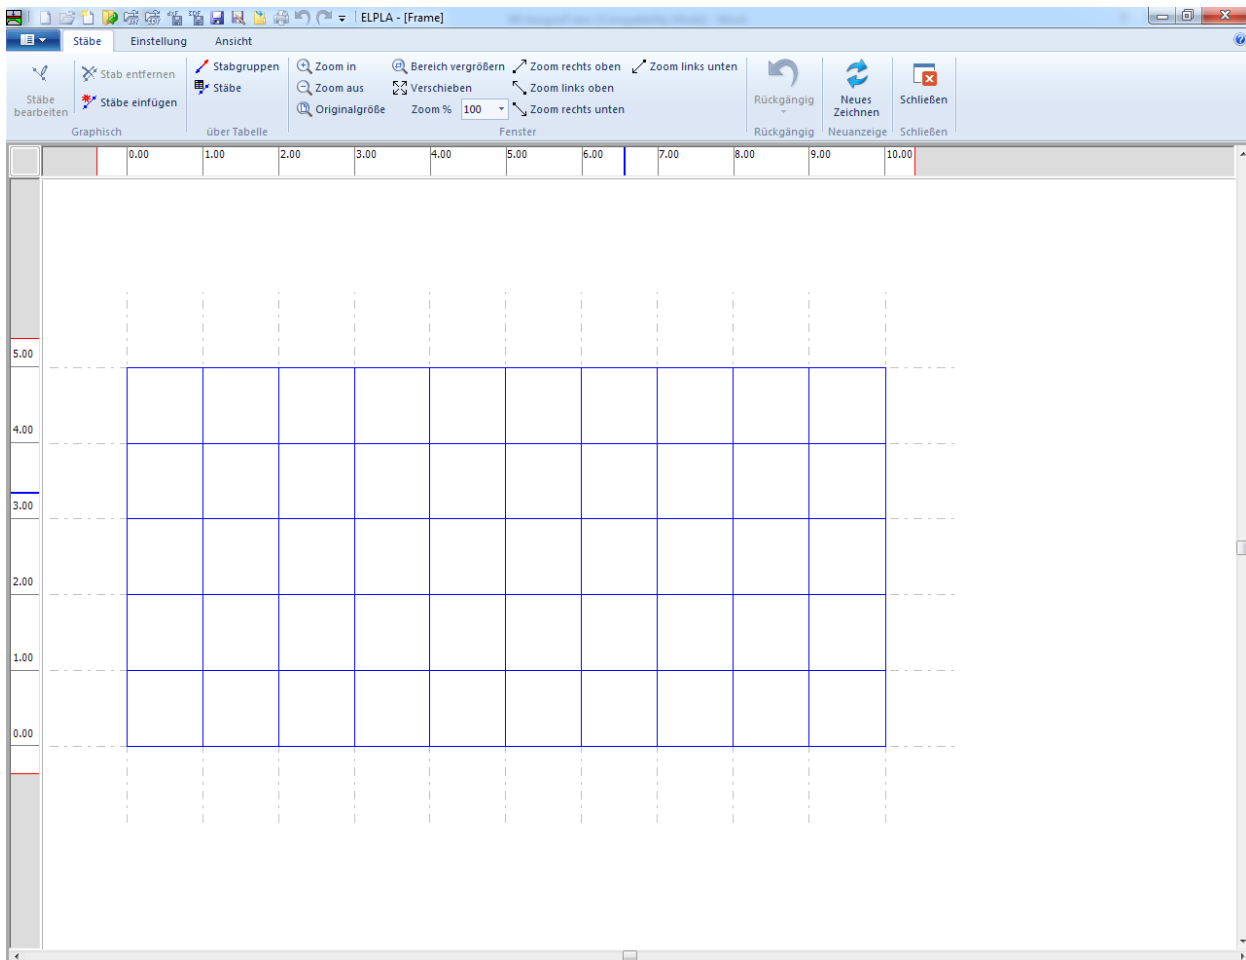
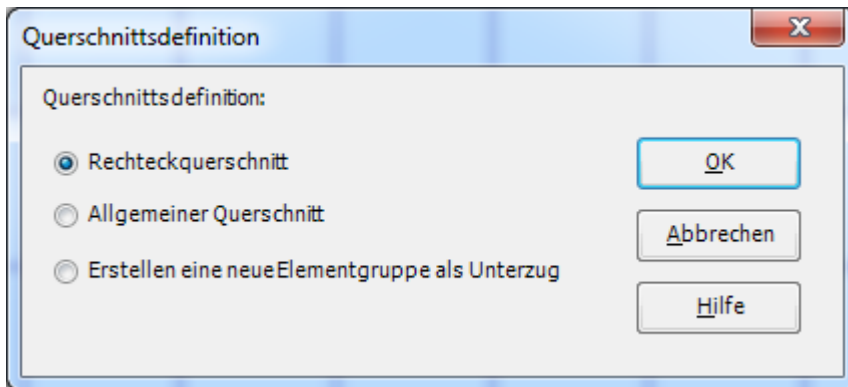
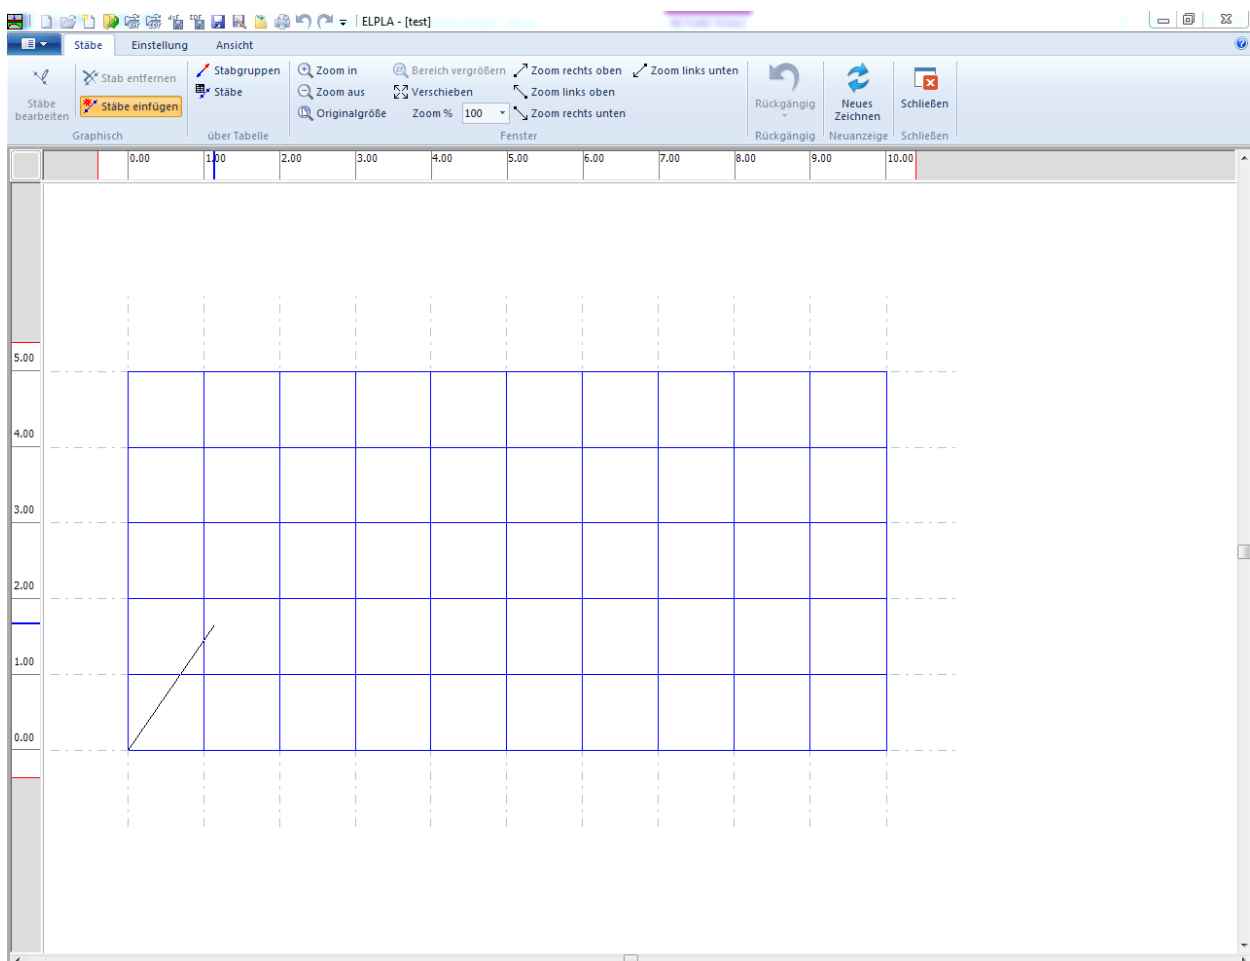
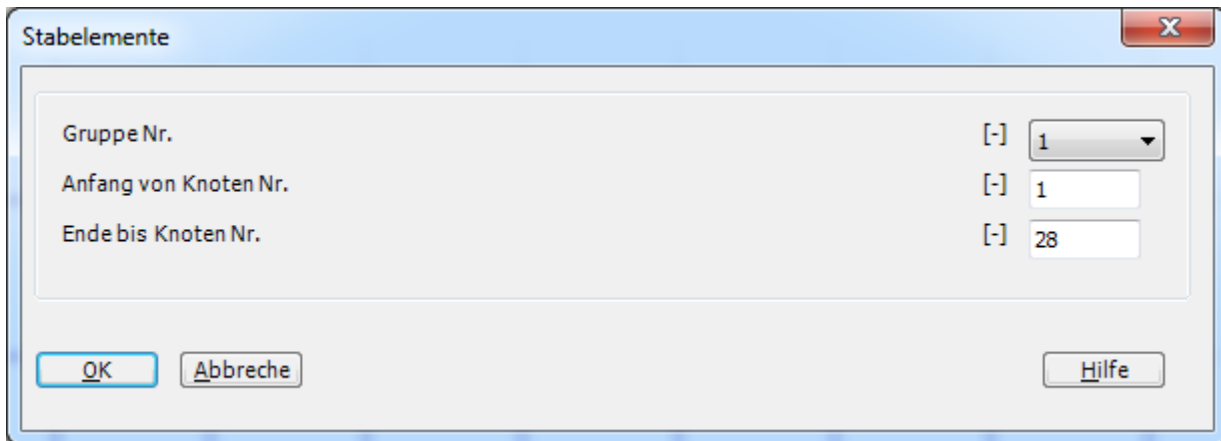

Bild 7.11 "Stäbe" Fenster
Bild 7.12 Optionsfeld "Querschnittsdefinition"
Bild 7.14 Einfügen des ersten Stabs mit der Maus
Bild 7.15 Dialogfeld "Stabelemente"
- Wählen Sie "Stäbe" aus der Registerkarte "Daten". Damit erscheint das folgende Menü im Bild 7-11
- Wählen Sie im Fenster von Bild 7.11 den Befehl "Beschreibung der Stabgruppen" aus dem Menü "über Tabelle". Das folgende Optionsfeld im Bild 7.12 erscheint
- Wählen Sie "Stäbe einfügen" aus dem Menü "Graphisch" (Bild 7.11). Dabei wechselt der Cursor vom Pfeil zum Kreuz. Klicken Sie die linke Maustaste auf den Anfangsknoten des ersten Stabs und schleifen Sie mit der Maus bis zum Endknoten (Bild 7.14), dann klicken Sie auf dem Endknoten. Das Dialogfeld "Stabelemente" im Bild 7.15 erscheint